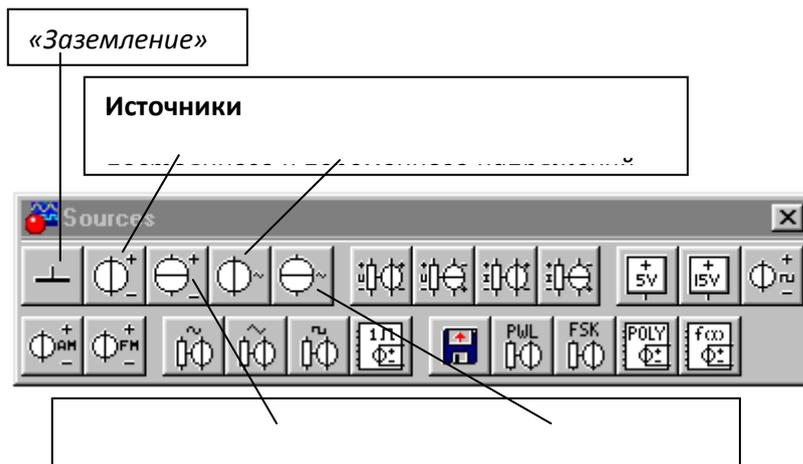

Рис. 4. Библиотека **Sources** источников тока
Познакомьтесь с библиотеками некоторых компонентов, изображенных на рис. 4 – 7. На рисунках даны названия некоторых компонентов.
2.1. Нажмите курсором мыши на кнопку **Sources** - источника тока и напряжения. Откроется библиотека источников тока и напряжения (рис.4).